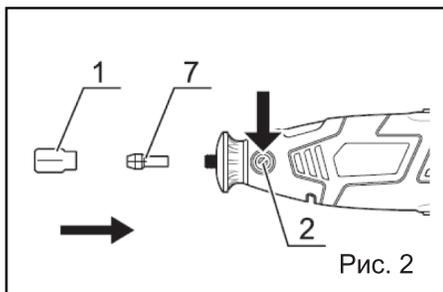

Рис. 2
1. Удерживая нажатой кнопку блокировки шпинделя (2), (Рис. 2) установите нужную цангу (7) и не отпуская кнопку блокировки шпинделя (2) затяните гайку цанги (1) по часовой стрелке.